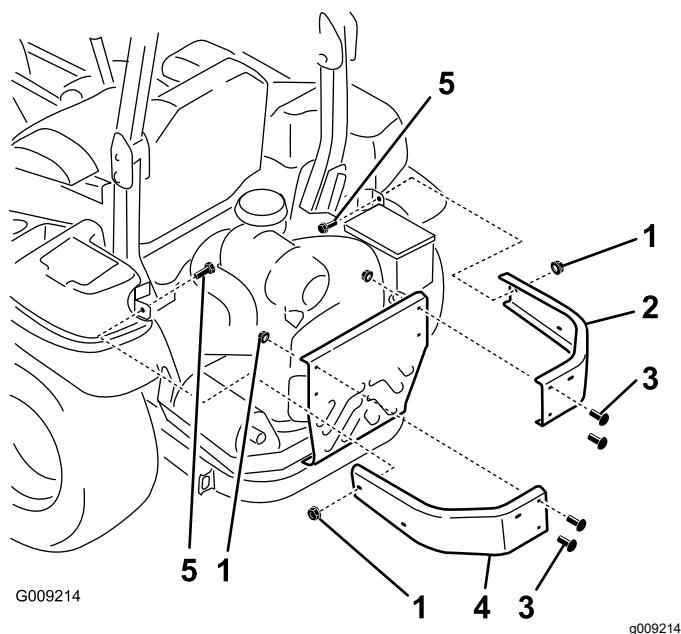

Figure 5
1. Retirez les écrous et les boulons qui fixent les pare-chocs latéraux sur la machine (Figure 5).
2. Montez les nouveaux pare-chocs latéraux gauche et droit à l'aide de 2 boulons de carrosserie ($\frac{3}{8}$ " x $1\frac{1}{4}$ "), 4 boulons de carrosserie retirés précédemment et 6 écrous à embase ($\frac{3}{8}$ "), comme montré à la Figure 5.